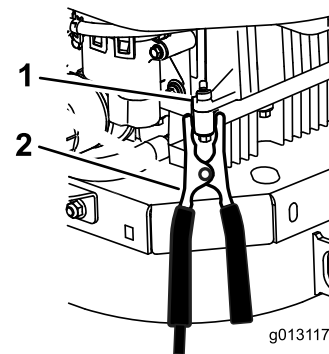

Figura 51
6. Haga la conexión final al **bloque motor** (no al borne negativo de la batería) de la máquina con la batería descargada, en un lugar alejado de la batería, y apártese (Figura 51).